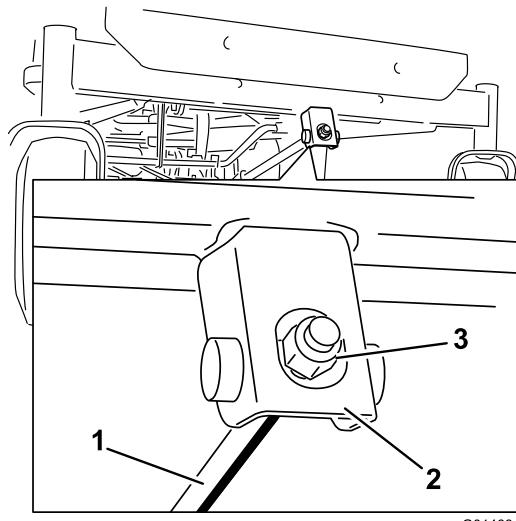

Figure 73
6. Pour régler l'inclinaison avant/arrière des lames, tournez l'écrou de réglage à l'avant du plateau de coupe (Figure 73).